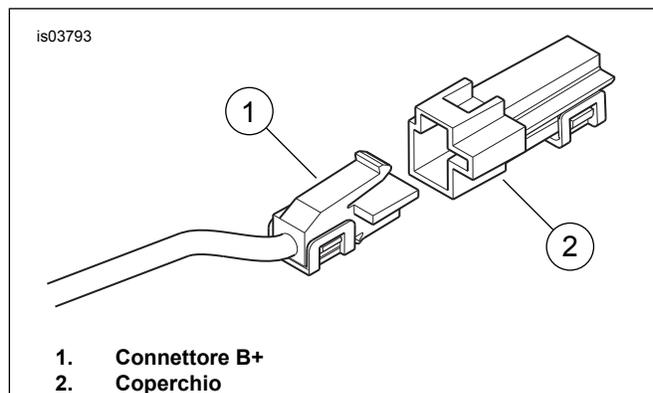
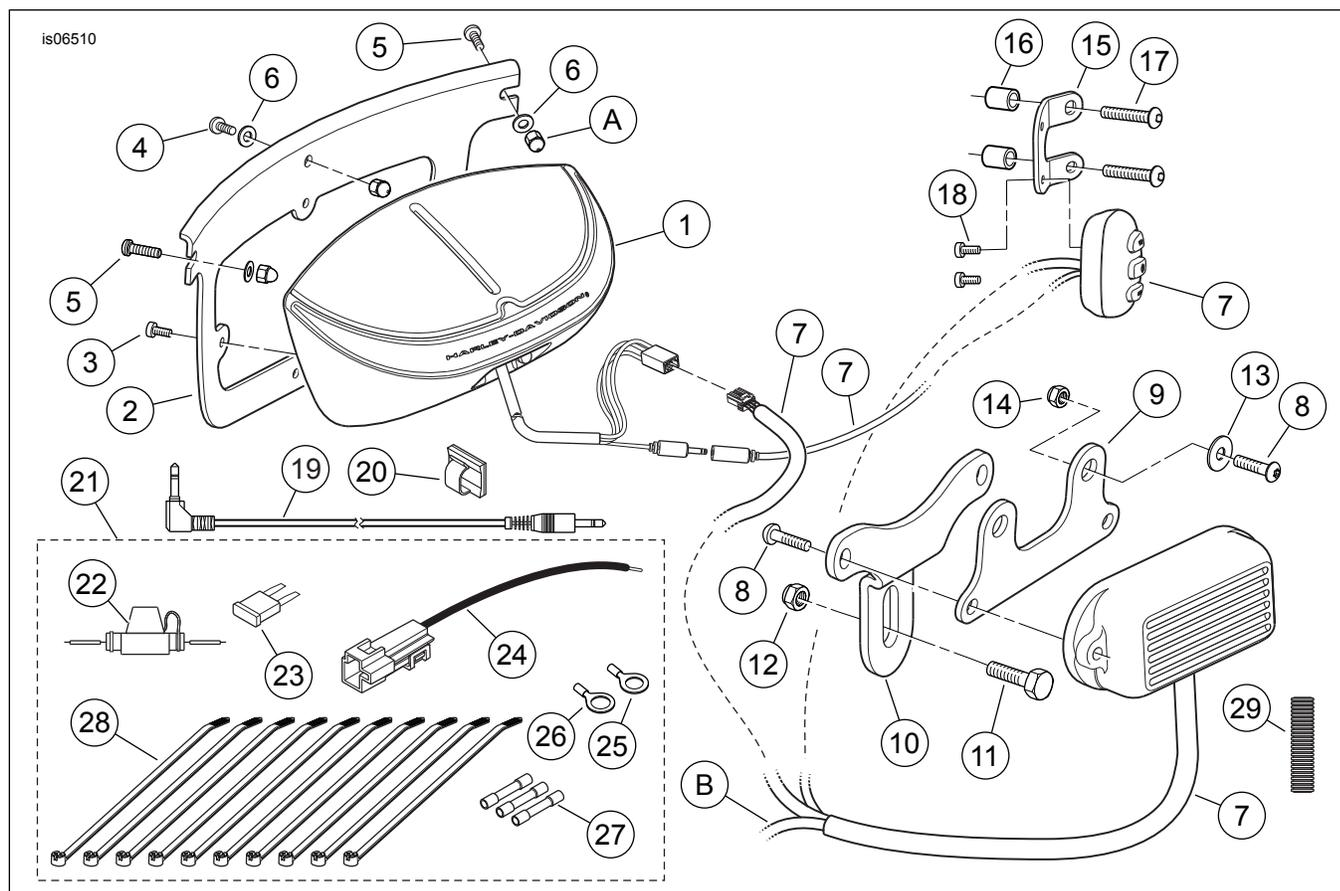

Figura 4. Connettore B+
Figura 5. Parti di ricambio, kit altoparlante e amplificatore montato sul parabrezza
3. Vedere Figura 5. Prendere dal kit la nuova vite N° 12-24 x 21 mm (0.81 in) di lunghezza (4), due viti lunghe 25 mm (1 in) (5), tre rondelle nere (6), il guscio assemblato dell'altoparlante (1) e la staffa di montaggio (2).
5. Collocare una rondella nera sulle filettature della vite corta. Inserire la vite, dalla parte anteriore, attraverso il foro centrale del supporto orizzontale, il parabrezza e la staffa del guscio dell'altoparlante e serrarla con uno dei dadi ciechi (A) rimossi al punto 2.
1. Vedere Figura 5. Prendere dal kit il corredo dei componenti dell'impianto elettrico (21). Prendere dal corredo il portafusibili in linea (22) e un connettore blu a giunto di testa a tenuta (27).
4. Prendere l'estremità libera del filo **rosso** del cablaggio. Prendere due connettori blu a giunto di testa a tenuta (27) e il filo dell'adattatore a 12 V (24) dal corredo dei componenti dell'impianto elettrico. Giuntare sul filo rosso il portafusibili in linea secondo le istruzioni riportate nel manuale di manutenzione. Giuntare il filo dell'adattatore sull'estremità opposta del portafusibili in linea.
5. Vedere Figura 4. Individuare il connettore (positivo della batteria) B+ (1) sul cablaggio principale sotto la sella (un filo rosso con un connettore grigio non utilizzato). Togliere il coperchio (2) dal connettore B+. Unire il connettore **rosso** del filo di alimentazione al connettore B+ del cablaggio.
2. Avvolgere il filo in eccesso sotto il serbatoio del combustibile, all'interno della gondola o sotto il morsetto del manubrio, in un punto in cui non interferisca con il funzionamento dello sterzo. Inserire nel portafusibili in linea il fusibile da 5 A (23) sul filo rosso.
4. Vedere Figura 5. Il cablaggio del comando manuale può essere fissato al manubrio con fascette fermacavi o alla piastra superiore dello sterzo o alla gondola con un fermo rivestito di adesivo (20) preso dal kit. Se si usa il fermo: